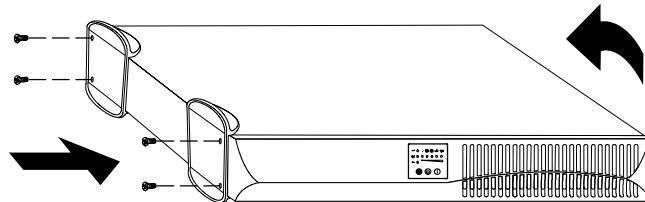

Рисунок 5. Установка подставок ИБП
1. Расположите ИБП горизонтально так, чтобы обеспечить доступ к левой части блока (см. Рисунок 5).